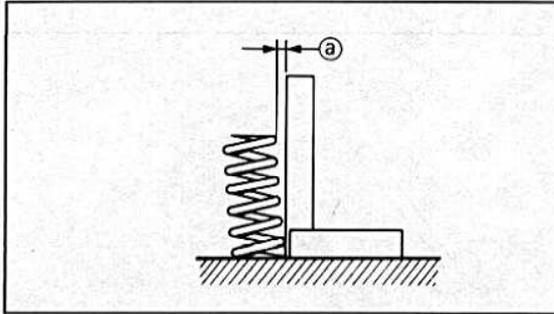

Bild 144 ►
- Die Leitungen auf Beschädigungen, Risse etc., untersuchen (Bild 144).